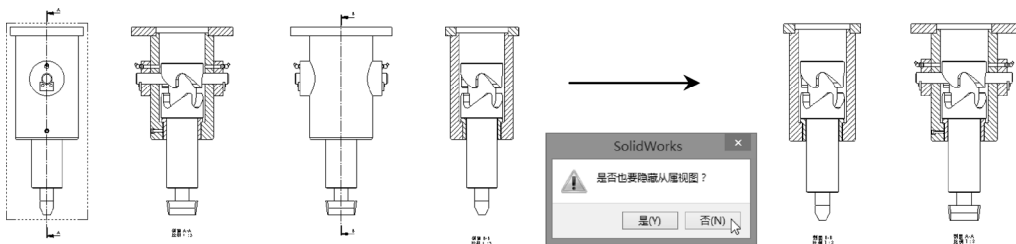

图 7-124 隐藏模型视图
STEP 7 分别右击标准视图和投影视图，选择“隐藏”快捷菜单项，在弹出的对话框中单击“否”按钮，将这两个视图隐藏，如图 7-124 所示。